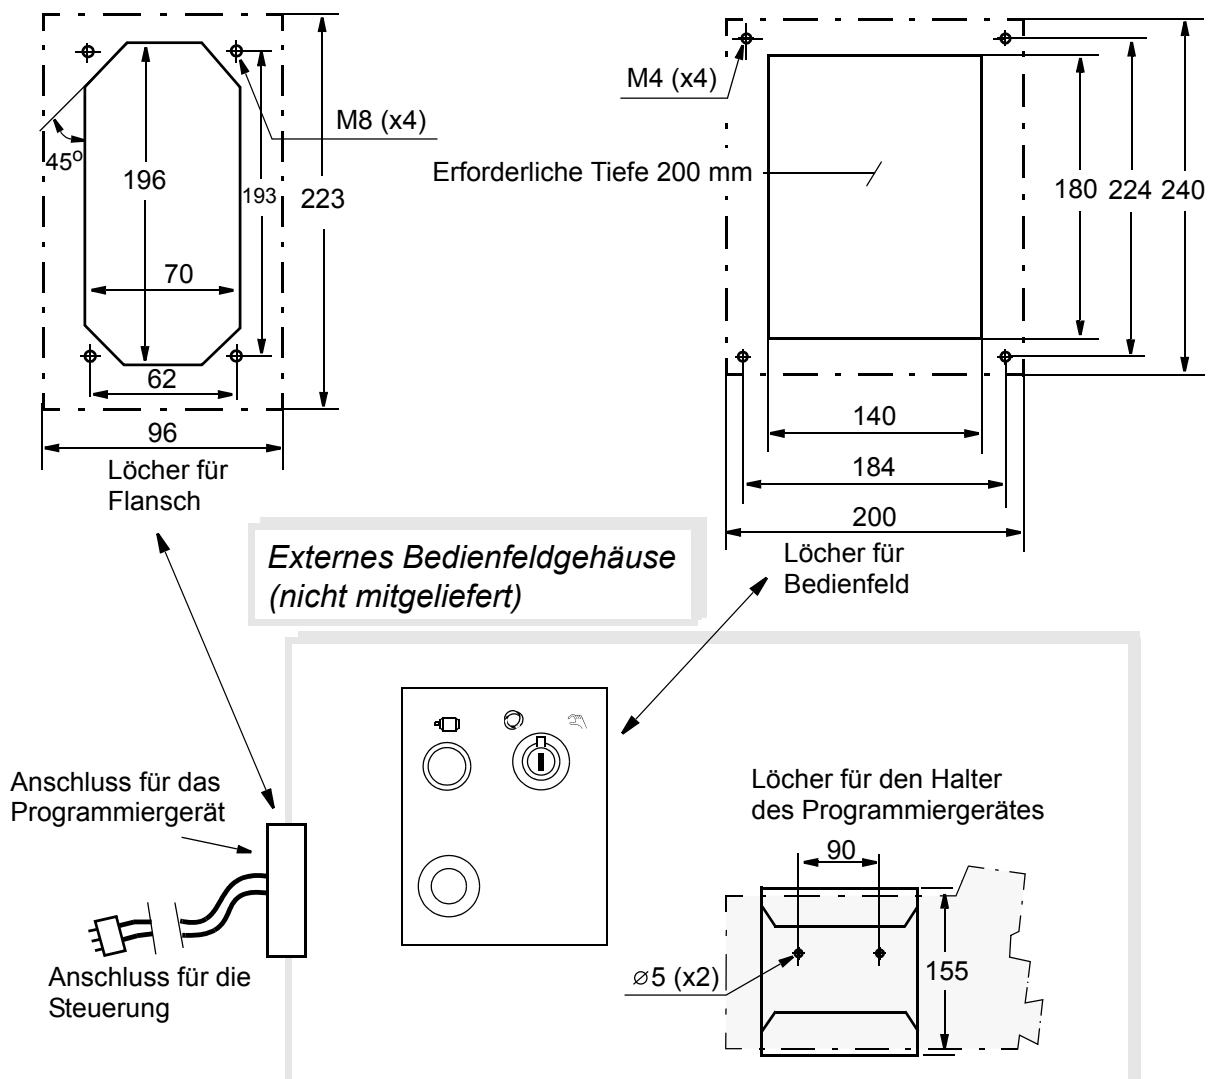

Bild 15 Erforderliche Vorarbeiten für das Gehäuse des externen Bedienfelds (Abmessungen in mm)
- 242-1** Extern, d.h. in einer separaten Bedieneinheit. (Siehe Bild 15, erforderliche Vorarbeiten)